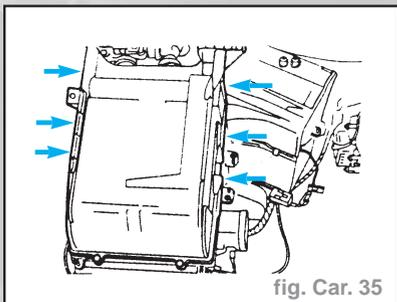

fig. Car. 35
- Couvercle de service du radiateur (2 vis, 6 agrafes - flèches) (fig. Car. 35).